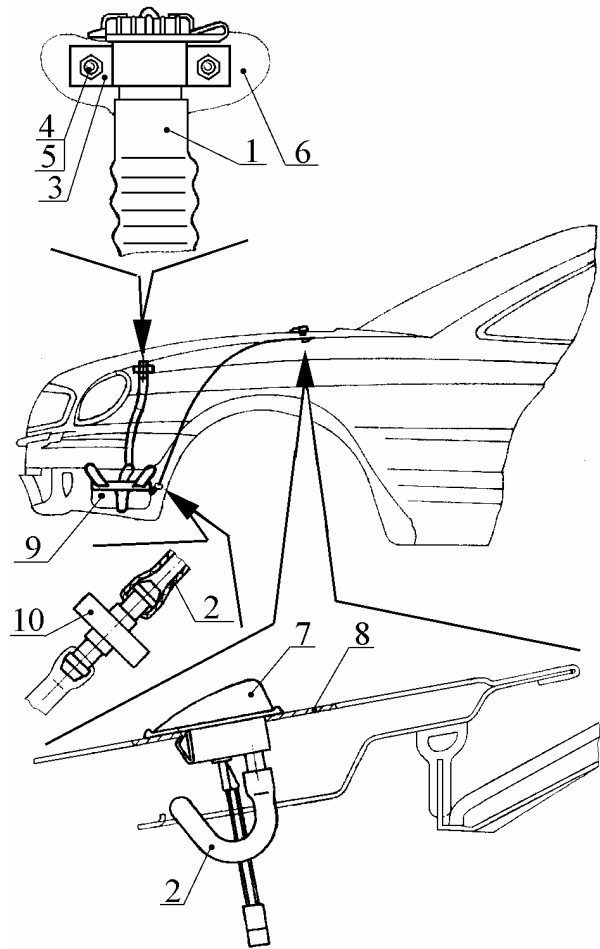

Рис. 27. Снятие рукава и трубки омывателя:
4.22.1. Снять рукав 1 (рис. 27) с бачка омывателя 9, отвинтив и сняв две гайки 4 с шайбами 5 крепления горловины 3 к щитку фары 6.